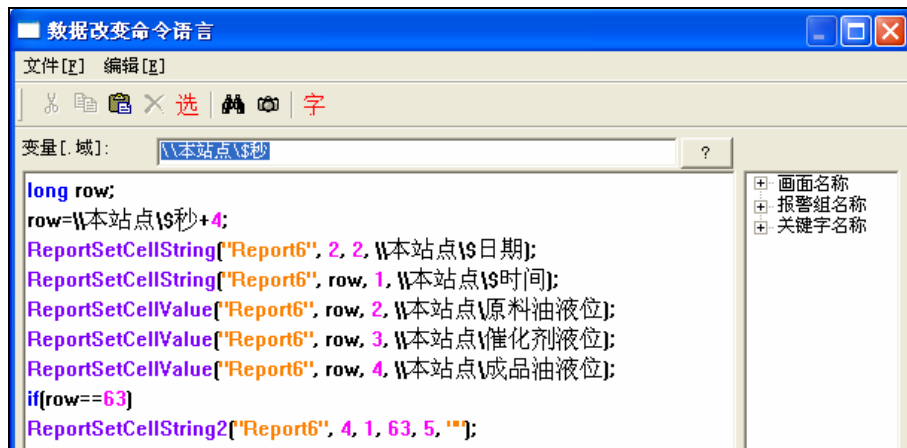

图 5-24 1 分钟数据报表命令语言
(4) 在工程浏览器窗口左侧“工程目录显示区”中选择“命令语言”中的“数据改变命令语言”选项，在右侧“目录内容显示区”中双击“新建”图标，在弹出的编辑框中输入如下脚本语言，如图 5-24 所示。